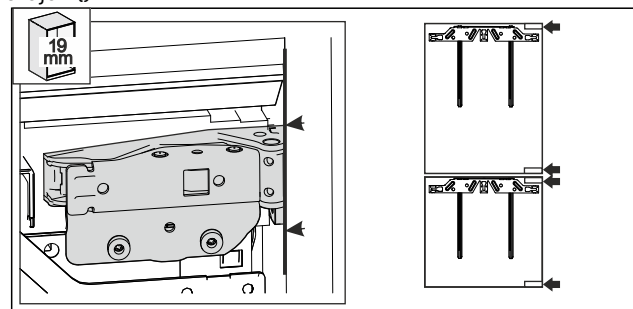

Fig. 61
- ▶ 19 mm debela bočna stijenka namještaja: prednji rub šarke poravnat je s prednjom stranom bočne stijenke namještaja. Fig. 61 ()